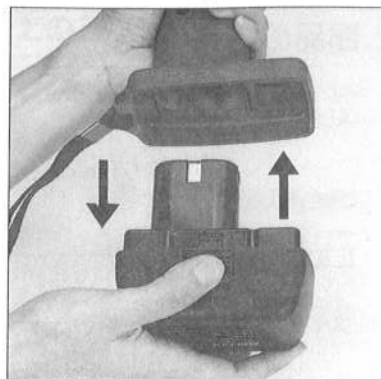

図3
- バッテリーを取りはずすときは片手で本体のハンドル部をにぎり、もう片方でバッテリーのストッパーの上を指で押しながらいいて下さい。(図3参照)